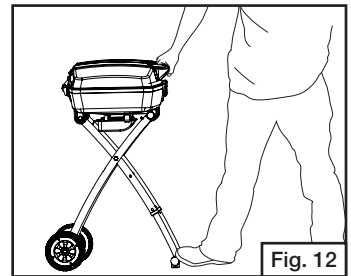
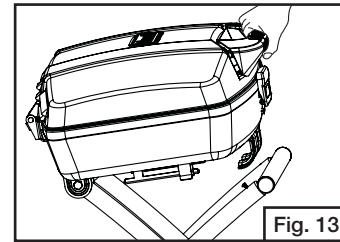
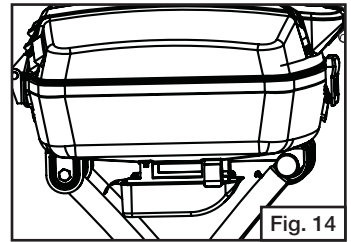

Fig. 12
Fig. 13
Fig. 14
- Baje la parrilla y deslícela hacia atrás hasta que las extensiones de las patas se aseguren en los soportes en la parte inferior del estante de la parrilla. (Fig. 12, Fig. 13 y Fig. 14)